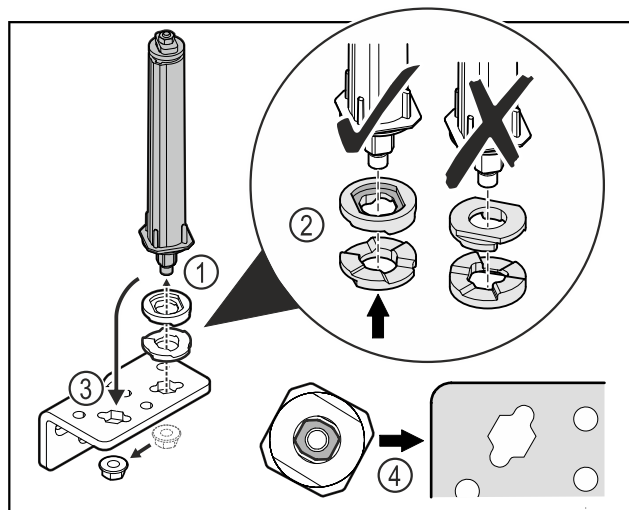

Fig. 31
- Soltar la tuerca y retirar el sistema de cierre de la puerta Fig. 31 (1).
- Tener en cuenta la orientación correcta de las arandelas de ajuste de altura Fig. 31 (2).
- Cambiar la posición del sistema de cierre de la puerta en la escuadra de bisagra y fijar con la tuerca Fig. 31 (3).
- Tener en cuenta la orientación correcta del sistema de cierre de la puerta al insertarlo Fig. 31 (4).